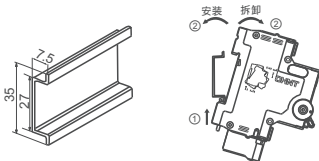

图3 安装、拆卸示意图
6.2 采用TH35-7.5型钢安装轨安装，安装、拆卸如下图3